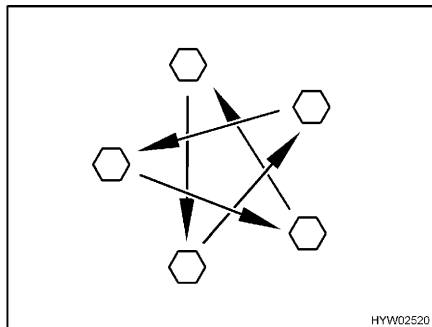

Bild 196 Radmuttern oder Radschrauben über Kreuz anziehen
- Radmuttern oder Radschrauben regelmäßig auf festen Sitz prüfen. Radmuttern oder Radschrauben eines ausgewechselten Rades nach 50 km nachziehen (Bild 196). Anziehdrehmoment siehe Abschnitt 14.5.2.
- Wenn neue oder neu lackierte Felgen verwendet werden, die Radmuttern oder Radschrauben zusätzlich nach ca. 1000 bis 5000 km nachziehen (Bild 196).
- ▷ Radmuttern oder Radschrauben über Kreuz anziehen (Bild 196).